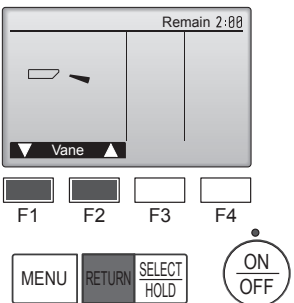

Fig. 7-4
- 2 Appuyez sur la touche [SELECT/HOLD] (SÉLECTION/EN ATTENTE) pour afficher l'écran de fonctionnement du volet puis appuyez sur les touches [F1] et [F2] pour contrôler le volet automatique. (Fig. 7-4)